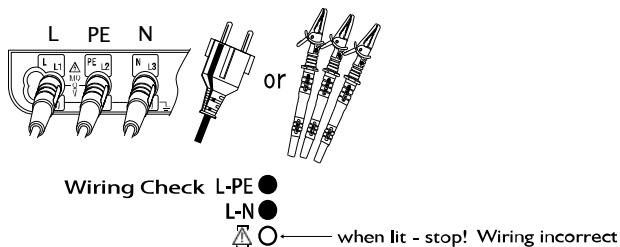

Fig.39
3. Po povezivanju, proveriti da su simboli za "Wiring check" na LCD displeju u statusu prikazanom na slici Fig.39 pre pritiska na test dugme.
Ako se status simbola za "Wiring check" razlikuje od onog na Fig.39 ili   simbol je prikazan na LCD displeju, NE NASTAVLJATI SA RADOM JER JE PRISUTNO NEKOREKTNOST POVEZIVANJE. Uzrok greške se mora ispitati i ispraviti